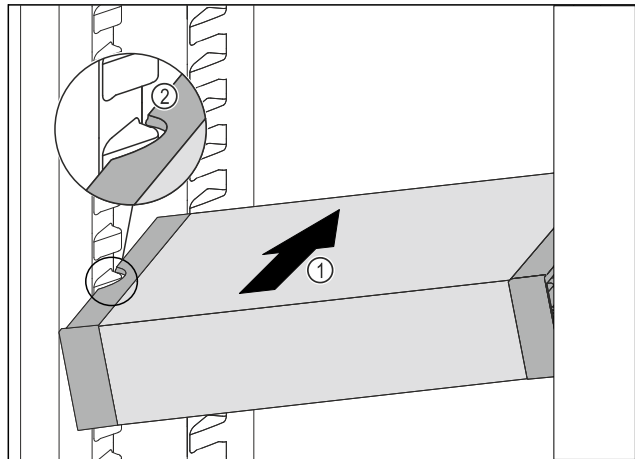

Fig. 191
- ▶ Вставити висувний ящик VarioSafe під кутом в охолоджувальне відділення Fig. 191 (1), доки бокові поглиблення Fig. 191 (2) VarioSafe не будуть розташовуватися на рівні ребра для ємності в охолоджувальному відділенні.